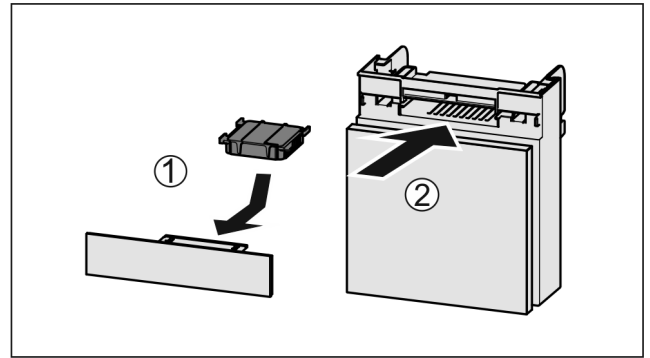

Fig. 83
- ▶ Вставити фільтр з активованого вугілля за малюнком Fig. 83 (1).
- ▶ Вставити відділення Fig. 83 (2).